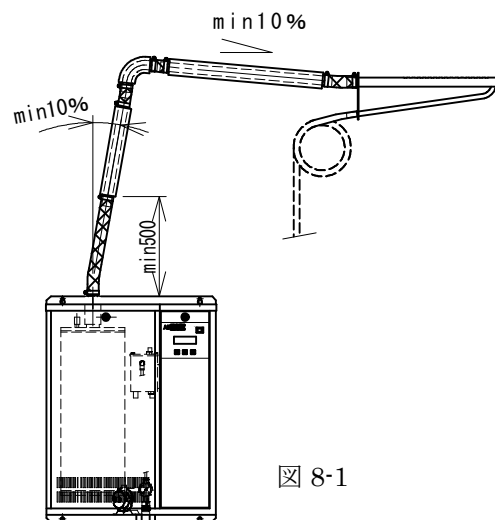

図 8-1
垂直面に対し 10%以上の傾斜をとって下さい。（図 8-1 参照）
蒸気ホースが長い場合や、決められた曲げ寸法が採れない場合、エルボなどにより取付ける事が出来ます。この場合、ホースとの接続は全てホースバンドにより行って下さい。（図 8-1 参照）
(7) エルボ（図 8-1 参照）
(8) 銅管（真鍮管）又はステンレス管（図 8-1 参照）